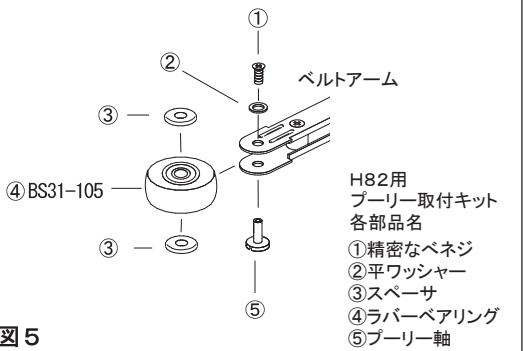

図5
①のネジを外し、⑤のプーリー軸を引き抜くと、ラバーベアリングが取り出せます。(図5)